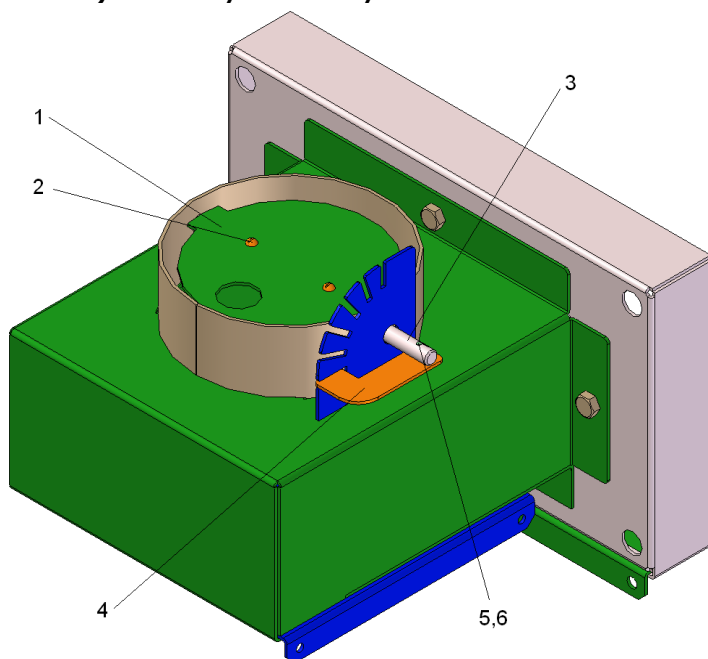

Рис.5
3. Для котла **КС-Т-12р** (рис.5) установить заслонку поз.1, закрепив на оси поз.3 двумя винтами М4х10 поз.2. Фиксатор поз. 4 закрепить на оси поз.3 винтом М4х20 и гайкой М4.